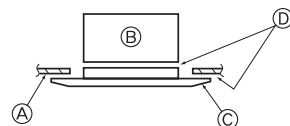

Fig. 5-7
5.3.3. Das Gitter sichern (Fig. 5-7)